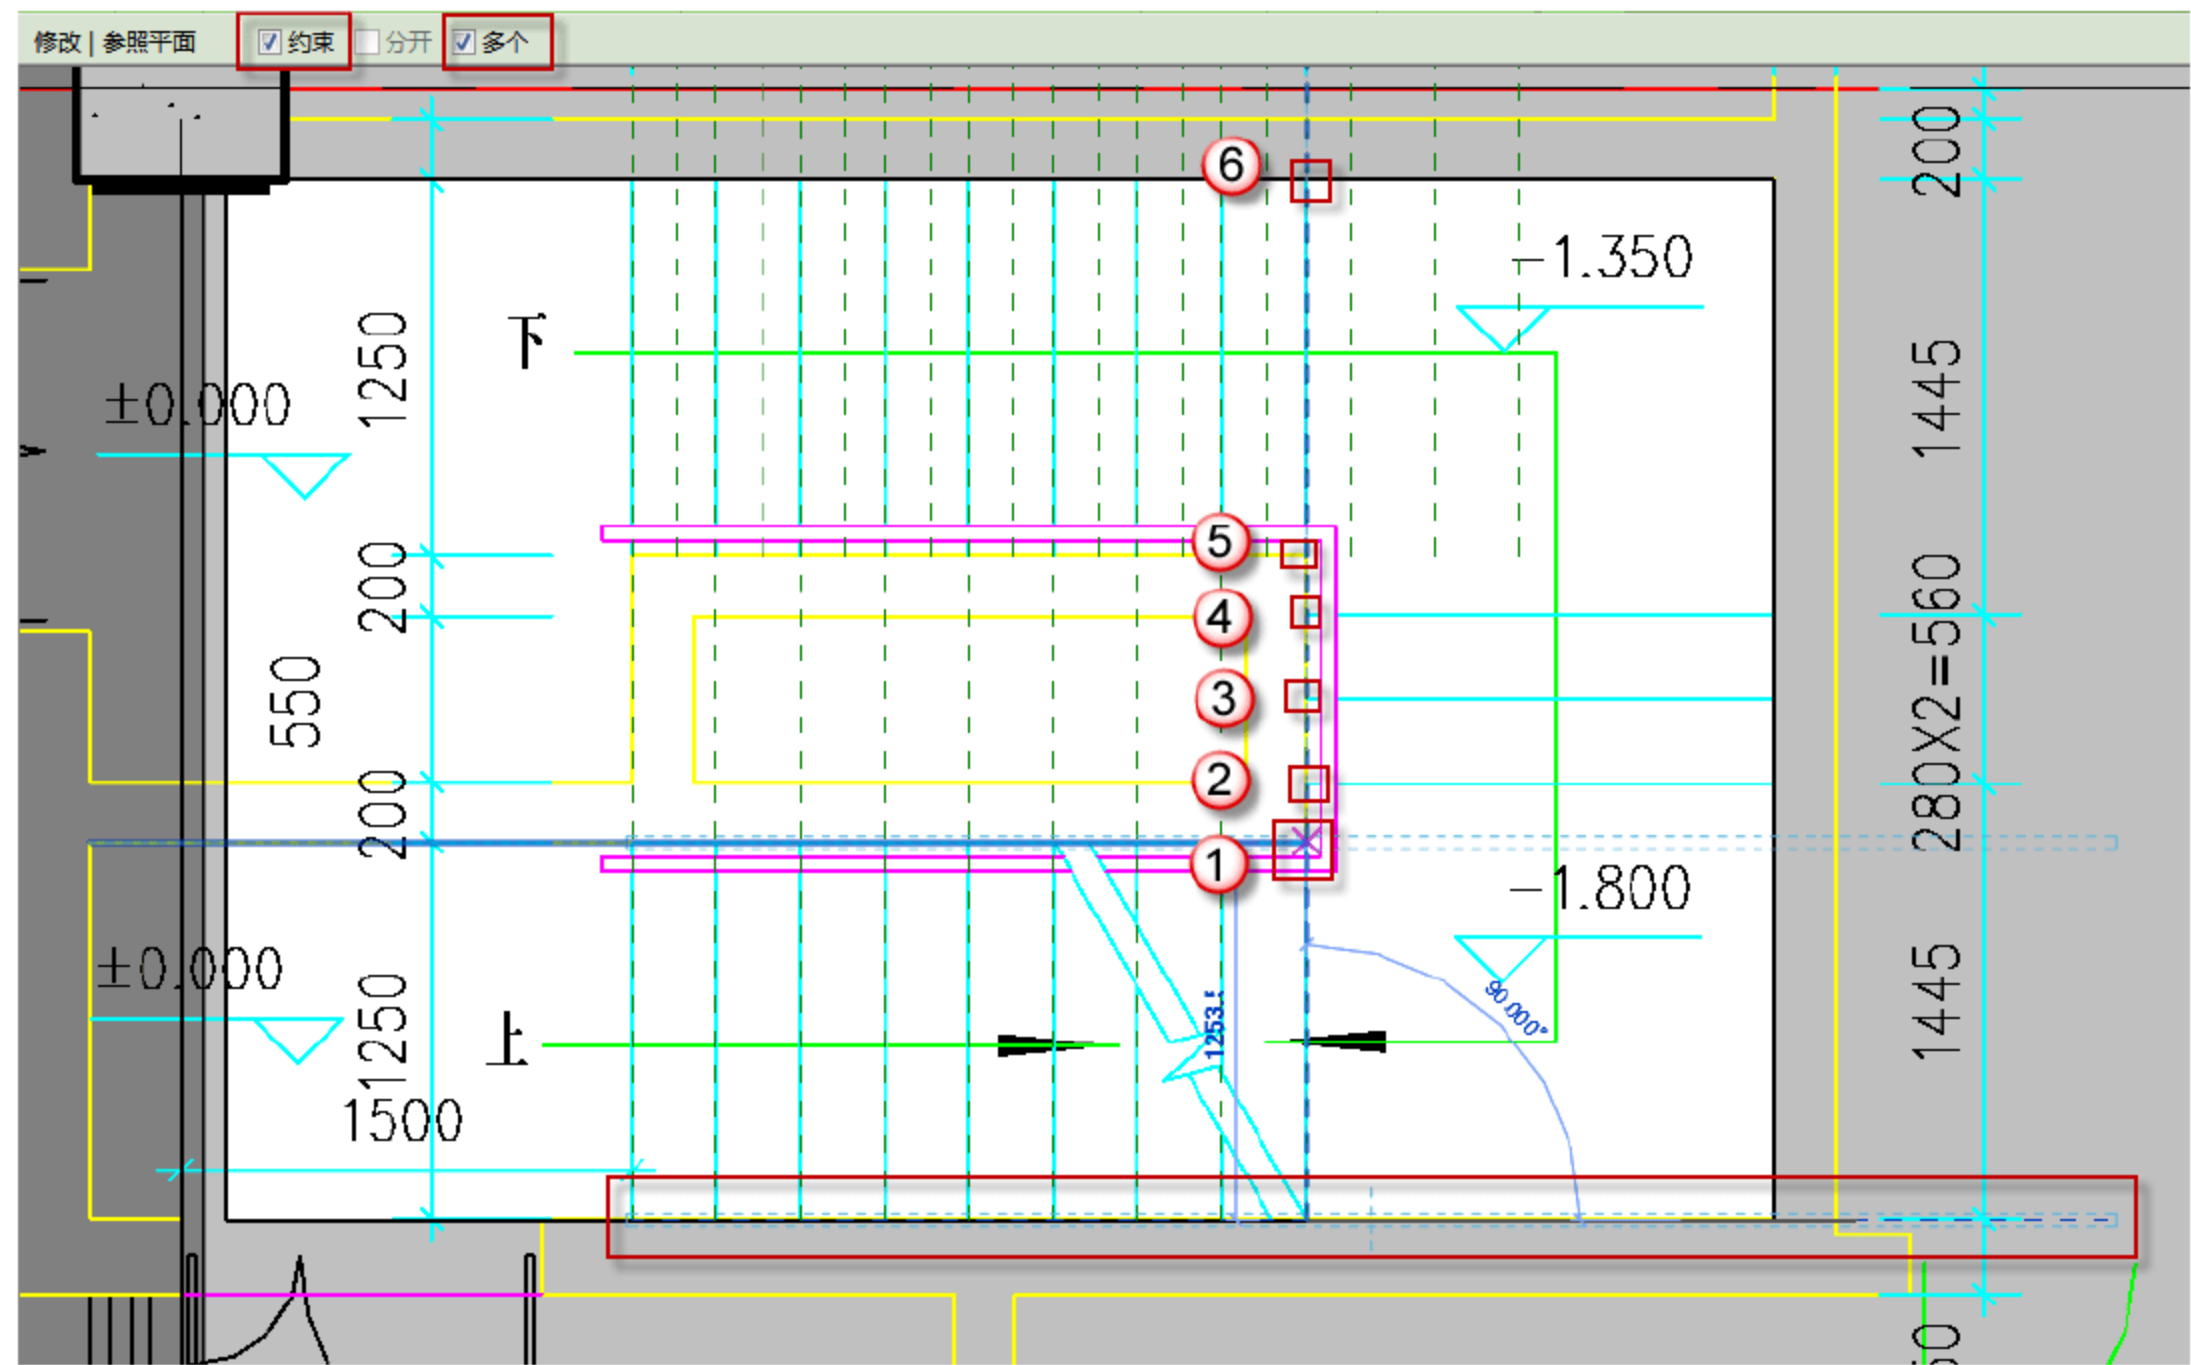
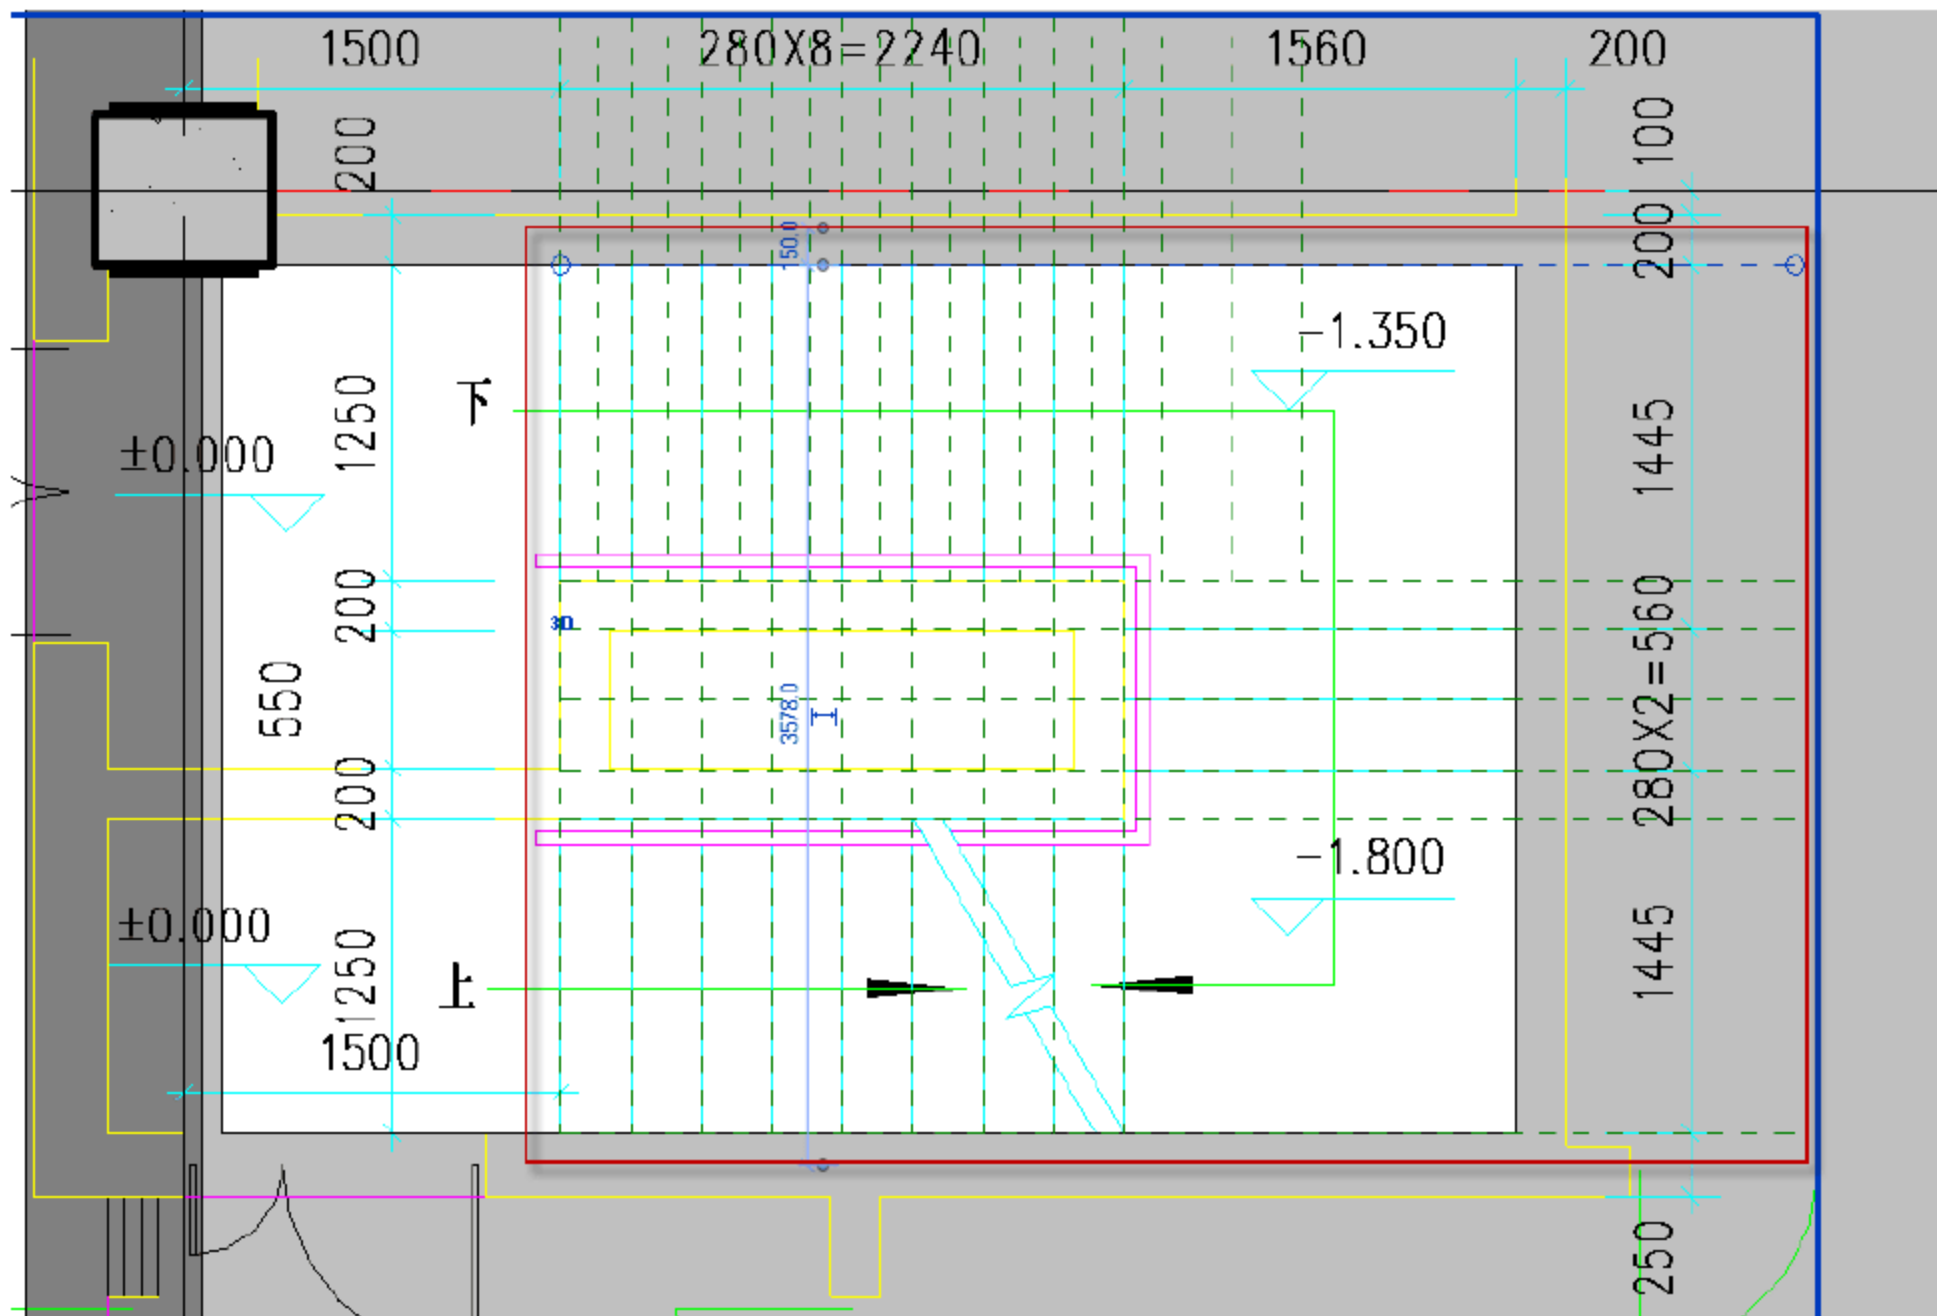

图 11.2.42 复制多个水平参照线
图 11.2.43 完成水平参照线绘制
(8) 绘制水平参照平面。按快捷键 R+P 绘制参照平面，沿着楼梯最下面的边线绘制一条水平参照平面，按快捷键 C+O，选中“约束”和“多个”复选框，然后捕捉楼梯线依次再向上复制 6 条参照线，如图 11.2.42 所示。绘制成功后的效果如图 11.2.43 所示。